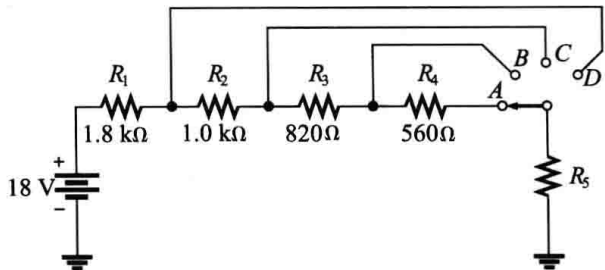

图 4-88 习题 53 图
53. 在图 4-88 中，当开关在 *D* 位置时流过 *R*₅ 的电流为 6mA，试确定开关在各个位置时每个电阻两端的电压。